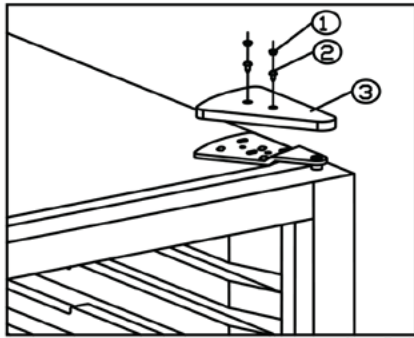
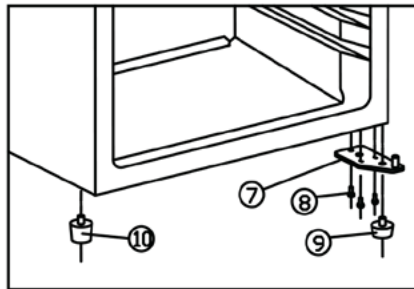
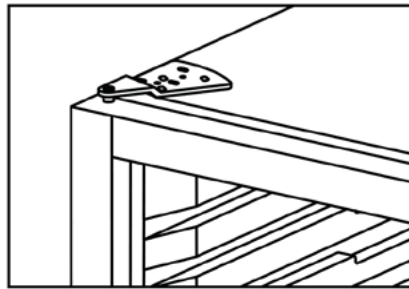

fig. 5.1
fig. 5.3
fig. 5.4
- Fjern gummipluggene (1) fig. 5.1
- Skru ut skruer (2) og deksel (3)
- Skru ut de tre skruene (4) og fjern øvre hengsle
- Ta bort døren (6)
- Skru ut de tre skruene (8) som holder det nedre hengslet (7). Fjern det lave benet (9) fra hengslet fig. 5.3
- Fjern det høye benet (10) og monter det på motsatt side
- Flytt nedre hengsle over på motsatt side og sett på plass det lave benet (9) i hengslet
- Skru på plass det nedre hengslet (7) på motsatt side med skruene (8)
- Monter øvre hengsle, deksel og plugger fig. 5.4.